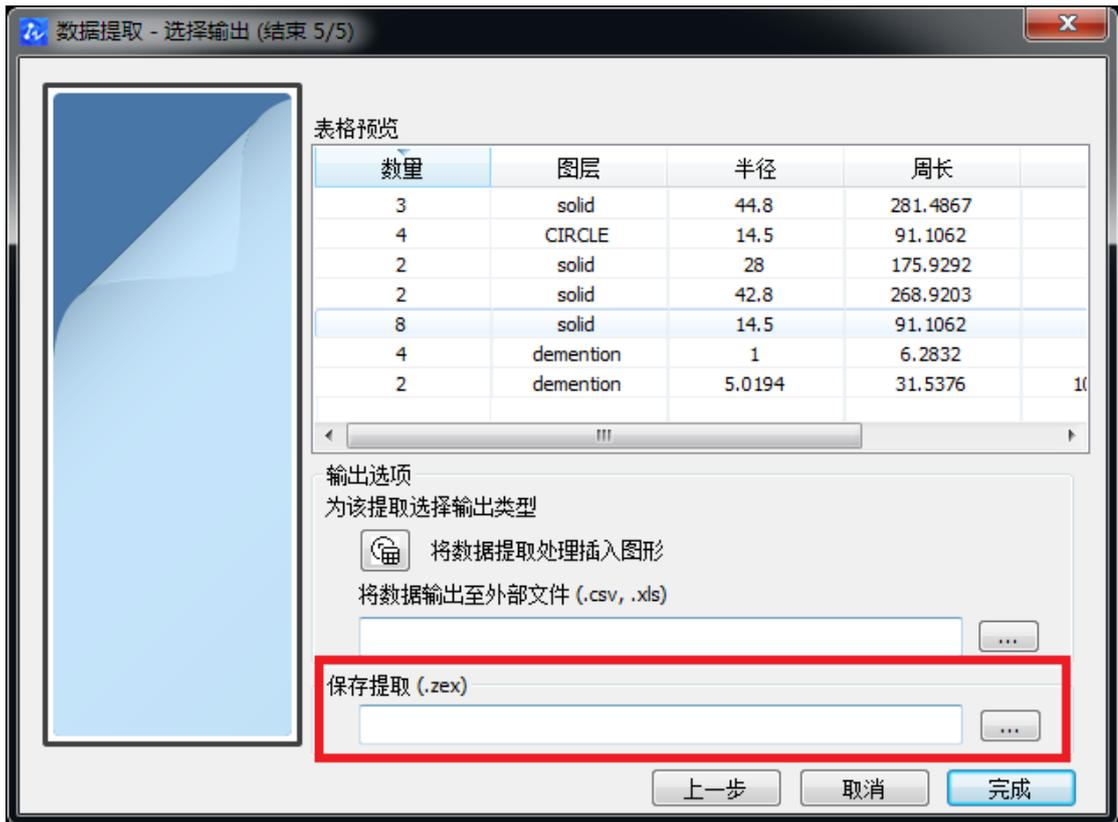

图 9-44 “数据提取-选择输出”对话框
b) 在最后一步“数据提取-选择输出”对话框中, 点“保存提取(.zex)”处, 点击旁边的[... ]按钮, 如图 9-44 所示